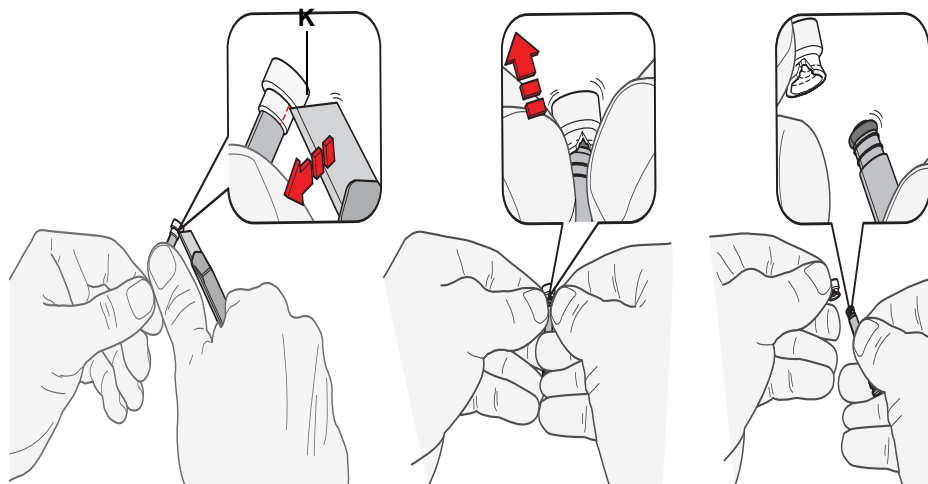

Fig. 7-27 Capuchon de la seringue
- 3 Retirez le couvercle (K) du piston Fig. 7-27 , Fig. 7-40.